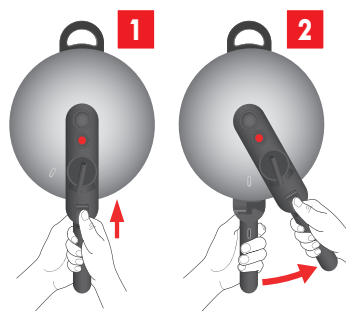

Fig. 18: Aprire il coperchio
3. Mettere la levetta di apertura nella posizione anteriore e ruotare il coperchio fino all'arresto in senso antiorario (vedi fig. 18).